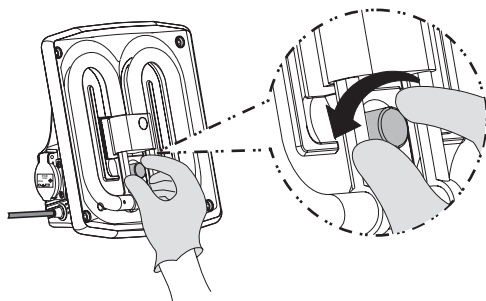

Rys. 17
- 5.1.5 Zmontować lampę z powrotem w całość, kładąc pokrywę na uprzednie miejsce i zakładając gumową uszczelkę. Następnie przymocować ją 4 śrubami. (Rys. 17).